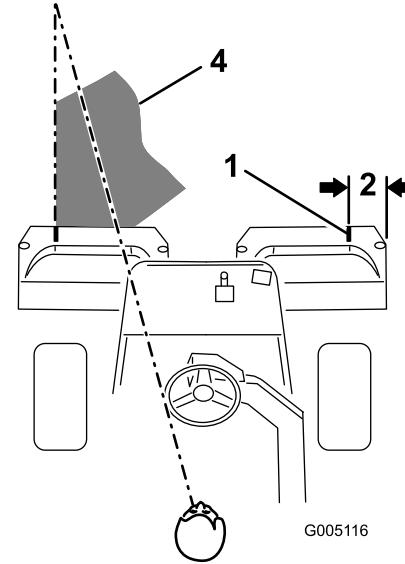

图36
- 为了保持以直线方式穿过果岭、并使得机器与此前剪草的边缘保持等距请在机器前到果岭未剪部分的边缘虚构一条长约 1.83m 的视线图36。有人发现将方向盘的外缘看作视线的一部分非常有用即让方向盘边缘对准与机器前面始终保持等距的某个点。